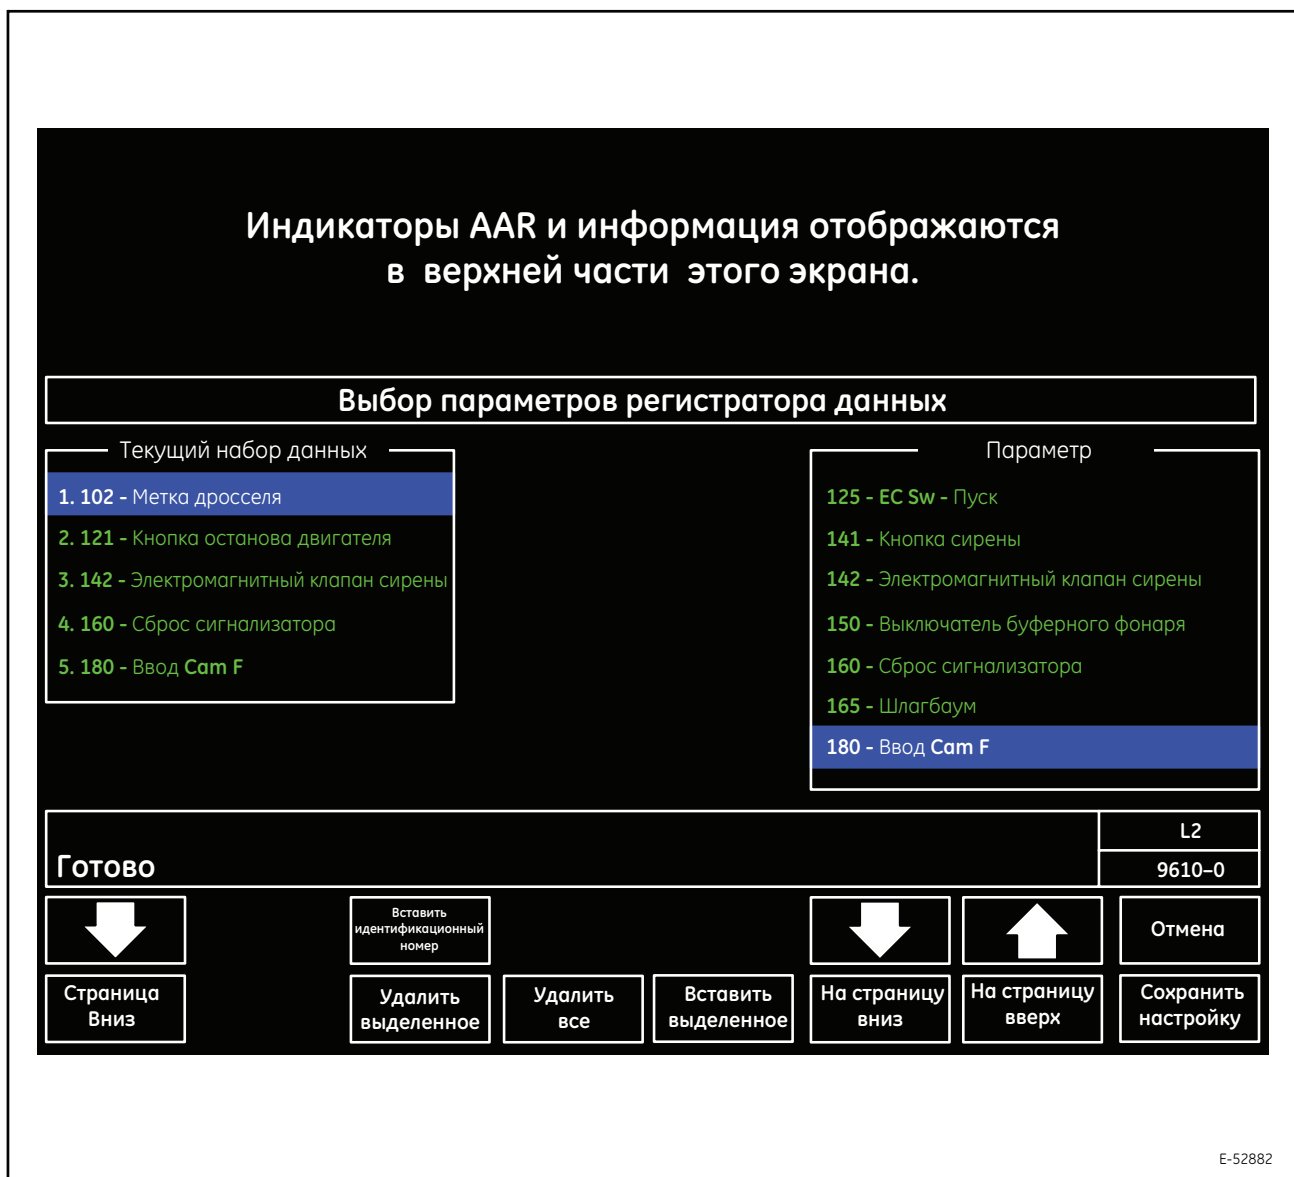

Рисунок 53. Типовая структура экрана выбора параметров регистратора данных (9610-0)
5. Сенсорная клавиша 8 (**Change Parameters**) (Изменить параметры) - отображает экран выбора параметров регистратора данных (9610-0), Рисунок 53).
Экран выбора параметров регистратора данных (9610-0, Рисунок 53) позволяет машинисту просматривать и изменять параметры, записываемые регистратором данных.
Структура экрана выбора параметров регистратора данных (9610-0, Рисунок 53) отображает текущий список записываемых параметров и предоставляет возможность прокручивать и редактировать этот список.
- b. Сенсорная клавиша F8 (**Cancel**) (Отмена) - инициирует возврат к экрану выбора параметров регистратора данных (9610-0, Рисунок 53) без обновления.
- Сенсорная клавиша F7 (**Accept**) (Принять) - подтверждает выбор нового параметра и инициирует возврат к экрану выбора параметров регистратора данных (9610-0, Рисунок 53). Новые настройки применяются немедленно.
- Сенсорная клавиша F8 (**Cancel**) (Отмена) - инициирует возврат к экрану выбора параметров регистратора данных (9610-0, Рисунок 53) без обновления выбранного параметра.